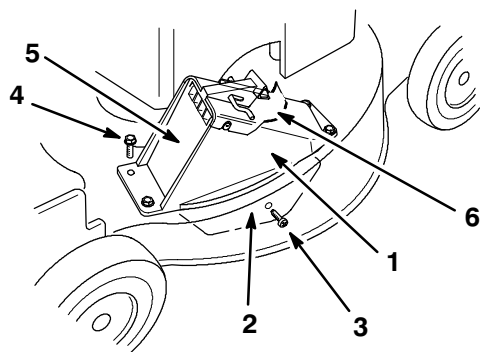

Figure 38
1. Oeillets (4)
7. Insérer la patte du conduit d'éjection dans le carter de tondeuse (Fig. 38).
8. Aligner les perforations du conduit d'éjection face aux œillets du carter de tondeuse (Fig. 38).
9. Faire correspondre la perforation de la patte du conduit et la perforation latérale du carter de tondeuse (Fig. 38).
10. Insérer la vis autotaraudeuse fournie avec le sac de ramassage dans la perforation latérale du carter de tondeuse et dans la patte, et serrer la vis partiellement (Fig. 38).
11. Fixer le conduit d'éjection au carter de tondeuse à l'aide des 3 boulons fournis avec le sac de ramassage (Fig. 38).
14. Ouvrir et fermer le volet d'éjection pour s'assurer qu'il peut se mouvoir librement (Fig. 38).